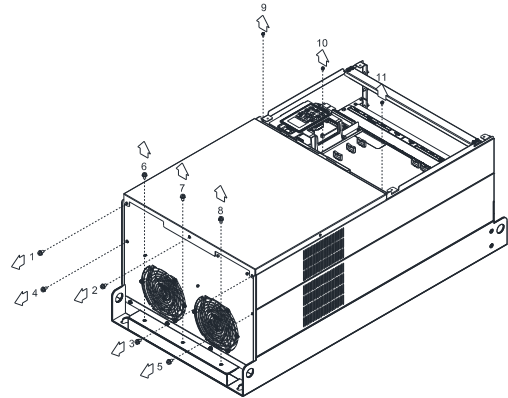

图 2
3. 松开螺丝 (如下图 9~11 所示), 取下盖子 (如图 2 所示)。